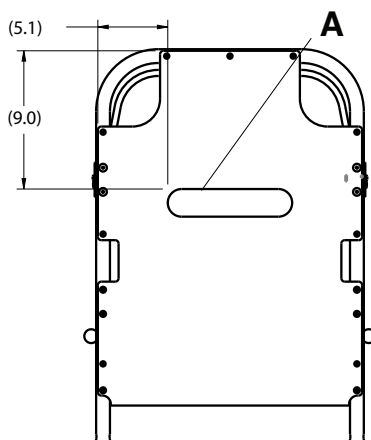

Figura 1 – Applicazione del Velcro sull'alzaschienale
6. Togliere il rivestimento posteriore dal **Velcro** per alzaschienale (A) e applicare il **Velcro** sulla superficie dell'alzaschienale (Figura 1).